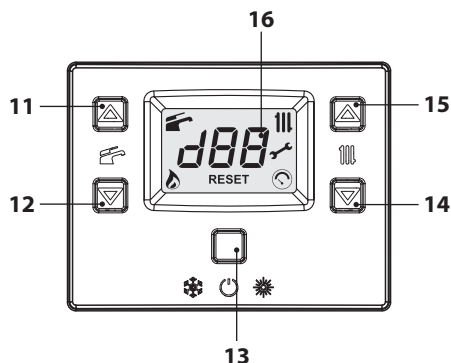

Figura 6.5
- Tenere premuto per 2 secondi il tasto 13 fino a far apparire sul display entrambe i simboli  e  Figura 6.5.
- Spegner la caldaia tenendo premuto per 2 secondi il tasto 13 (Figura 6.5) fino a far apparire sul display LCD il simbolo  (i trattini vengono accesi in sequenza per simulare uno scorrimento) (Figura 6.4).